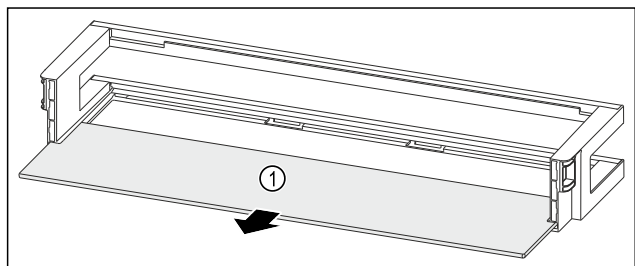

Fig. 114 Dveřní přihrádka s odkládací plochou
- ▶ Odkládací plochu Fig. 114 (1) odeberte.